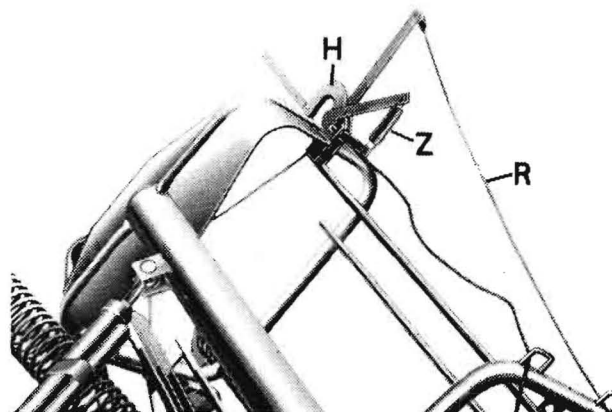

Bild 8
Den Haken (H) befestigt man mit einem Bolzen und zwei Splinten am Schurrenunterteil. Zwischen dem Haken und dem Schurrenunterteil ist die Zugfeder (Z) einzuhängen (Bild 8).